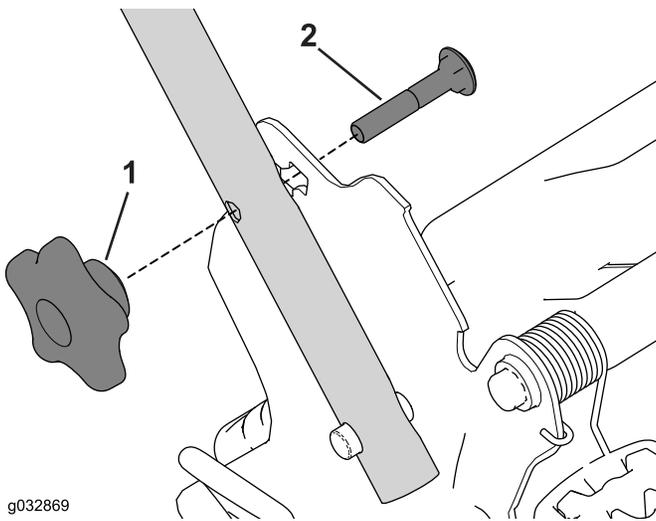

Figure 31
1. Retirez et conservez les 2 boutons et les 2 boulons de carrosserie du support du guidon (Figure 31).